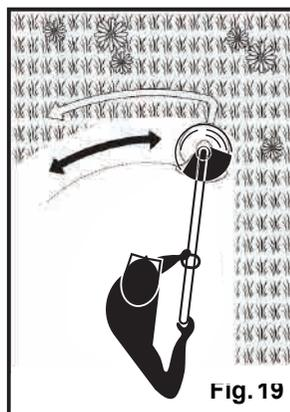

Fig. 19
- Travaillez de façon rythmique. Tenez-vous debout en gardant les pieds écartés. Coupez de la droite vers la gauche afin que les découpes soient projetées à distance de la zone de travail (Fig. 19).